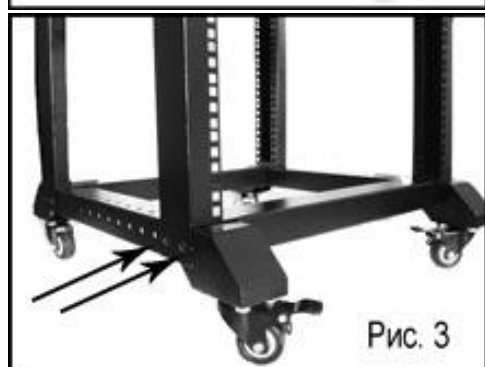

Рис. 3
3. Установка направляющих (Рис.3)